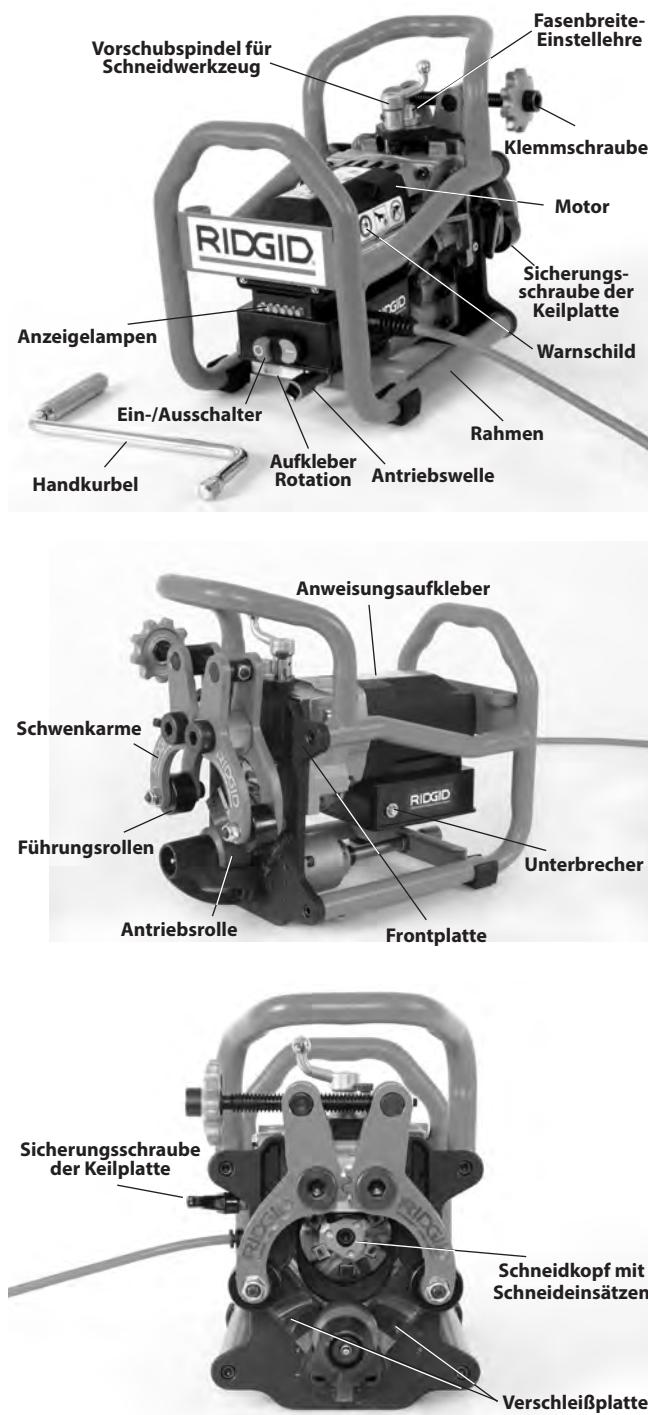

Abbildung 1 – Modell B-500 Anfasgerät
- Vorhandensein und Lesbarkeit der Warn- und Anweisungsaufkleber (*Siehe Abbildung 1*).